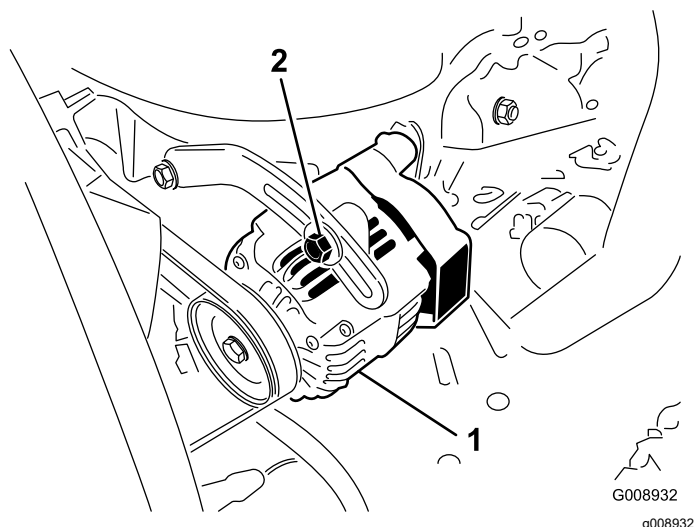

Figura 78
Controllate lo stato e la tensione delle cinghie (Figura 78) ogni 100 ore di servizio.
2. Se l'inflessione non è di 10 mm, allentate i bulloni di fissaggio dell'alternatore (Figura 78).